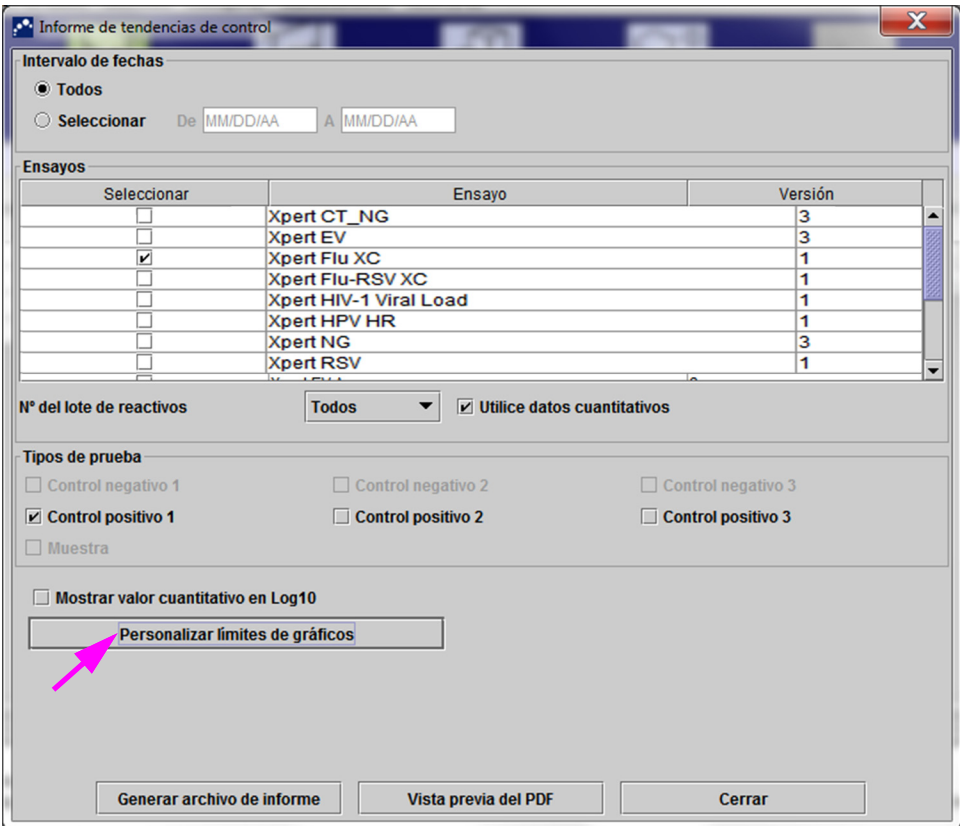
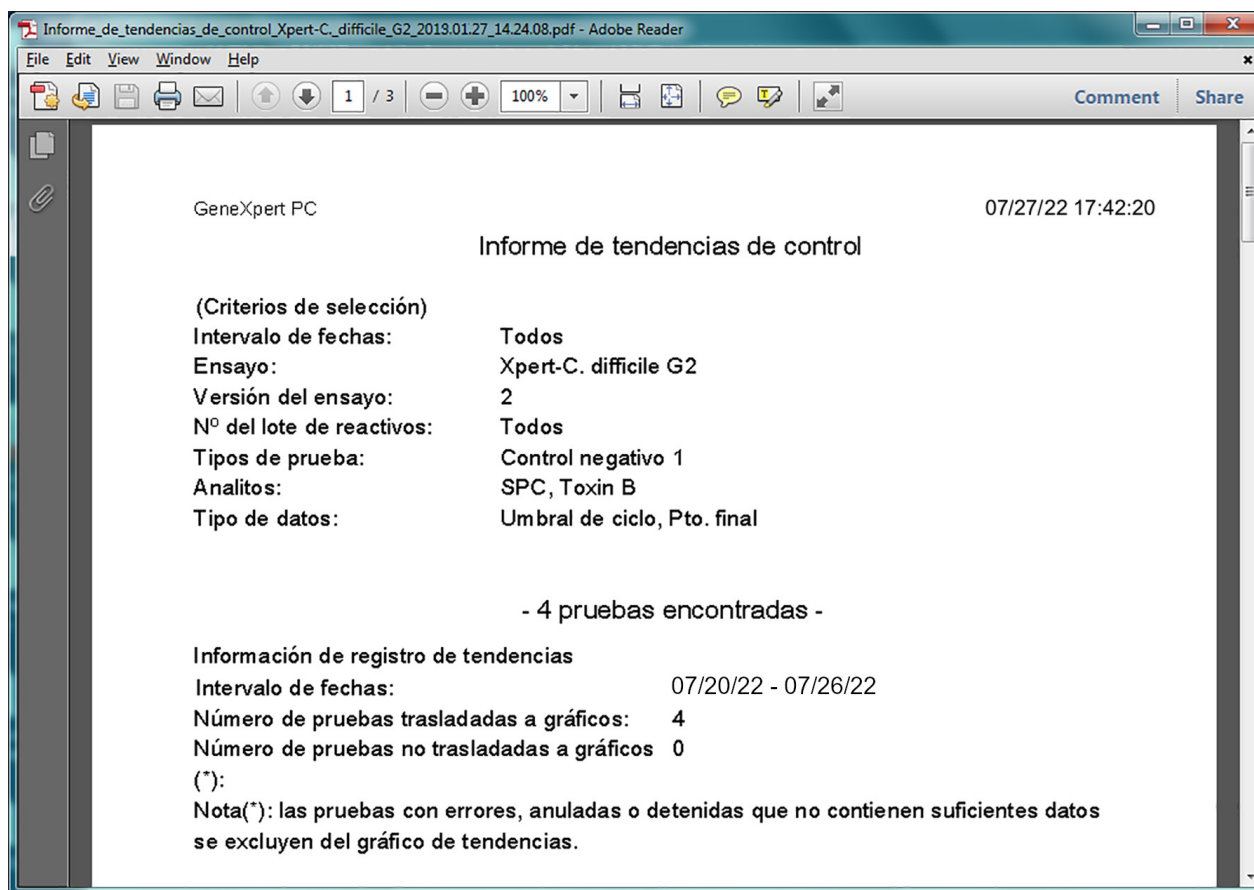

Figura 6-4. Cuadro de diálogo Informe de tendencias de control mostrando la selección de un ensayo cuantitativo
Figura 6-7. Ejemplo de Informe de tendencias de control en la ventana de Adobe Reader
3. Seleccione el ensayo para el que desee generar el Informe de tendencias de control. Consulte la figura 6-2 para ver una selección de un ensayo cualitativo, y la figura 6-4 para ver una selección de un ensayo cuantitativo.
4. Si el ensayo seleccionado es cualitativo, la casilla de verificación **Utilice datos cuantitativos** no se mostrará (consulte la figura 6-2). Si el ensayo seleccionado es cuantitativo, la casilla de verificación **Utilice datos cuantitativos** estará disponible (consulte la figura 6-4). Seleccione la casilla de verificación **Utilice datos cuantitativos** para generar el Informe de tendencias de control con los datos cuantitativos.
- Opciones de los ensayos cuantitativos (consulte la figura 6-4):
- **Vista previa del PDF:** Crea un archivo PDF y lo muestra en la ventana de Adobe Reader. Haga clic en el botón **Vista previa del PDF** del cuadro de diálogo Informe de tendencias de control (consulte la figura 6-2 para las tendencias de ensayos cualitativos y la figura 6-4 para las tendencias de ensayos cuantitativos) para crear el archivo PDF del informe (consulte la figura 6-7). El archivo PDF puede guardarse e imprimirse desde el software Adobe Reader.